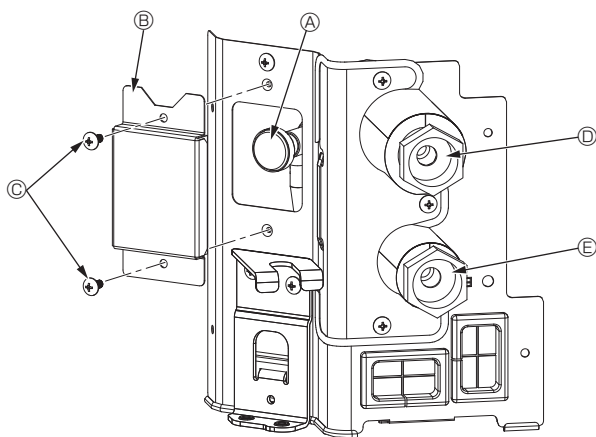

Fig. 7-1
7.2.2. Продувочный воздушный клапан внутреннего прибора (Fig. 7-1)